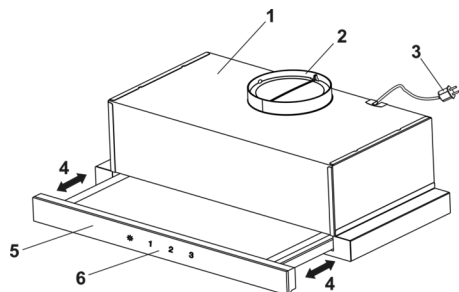

Рис. 3
**5.4** Вытяжка состоит из следующих составных частей (рис.3 / 3.1):